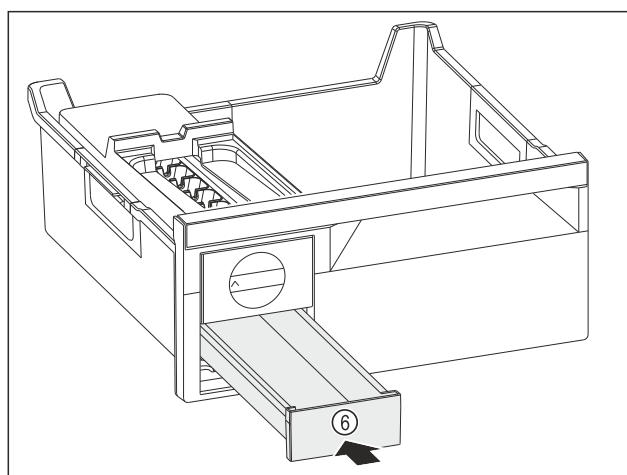

Fig. 116
- ▶ Skub isterningskuffen Fig. 116 (6) ind.